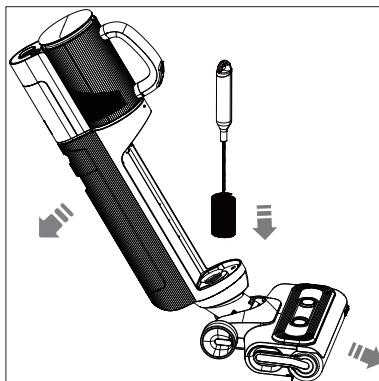

Fig. 20 – Limpieza del tubo
- ▶ Limpie el tubo de agua sucia hasta el pie de limpieza con el cepillo de limpieza suministrado (**véase Fig. 20**).